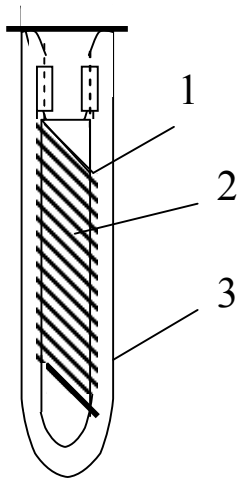

Рис. 3. Платиновый термометр сопротивления
Конструкция платинового термометра сопротивления приведена на рис.3. Платиновая проволока, диаметром чаще всего 0,1 мм, свитая в спираль (1), уложена на кварцевом каркасе (2). К концам спирали припаяны выводы из платиновой проволоки – по два с каждого конца. Все это помещено в защитную кварцевую трубку (3).